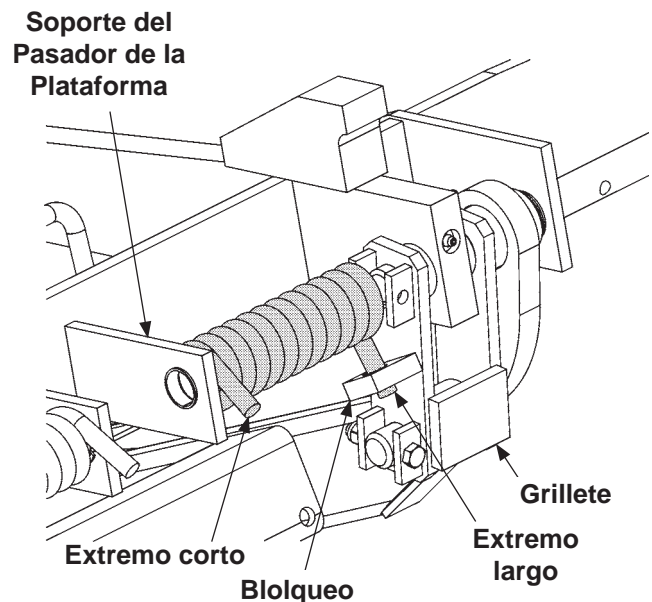

FIG. 21-2
5. Instale el resorte de torsión como se muestra en la (**FIG. 21-2**). Asegúrese que el extremo largo del resorte esté insertado dentro del bloqueo que está en el grillete. (**FIG. 21-2**) Asegúrese que el extremo corto del resorte esté posicionado como se muestra en la **FIG. 21-2**.